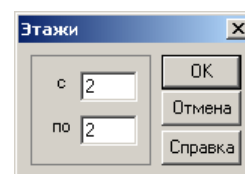

Рис.1.18.4. Окно диалога **Этажи**
- В открывшемся окне диалога **Этажи** (рис. 1.18.4) задайте следующие параметры: